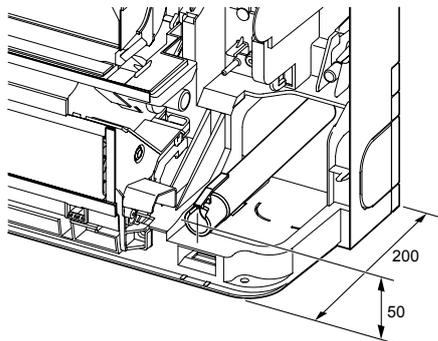

Fig. 5-3
- Tahliye hortumunu yerleştirirken, tahliye hortumunun gösterildiği gibi konumlandırduğunuzdan emin olun. (Fig. 5-3)